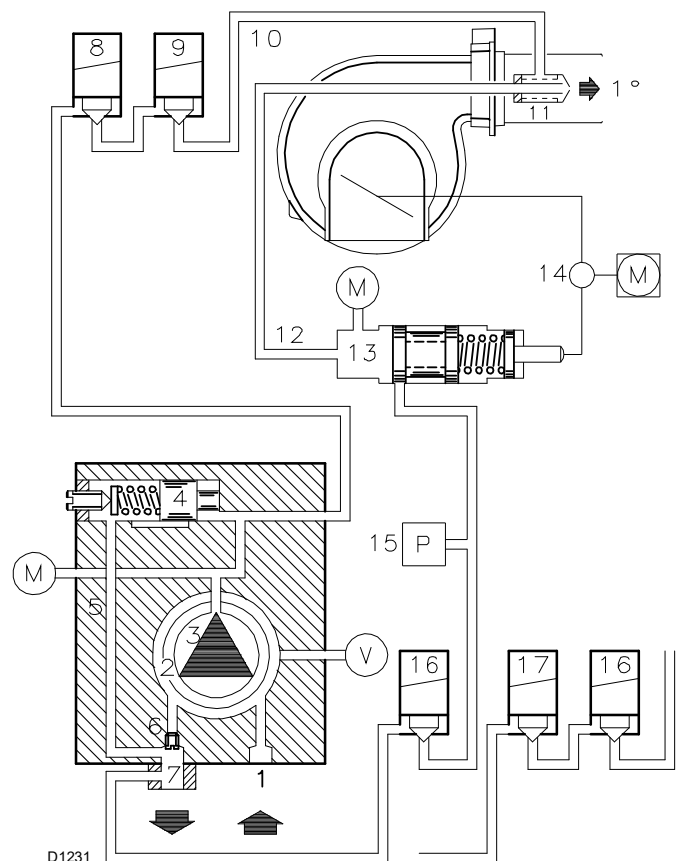

Рис. 29
Вони встановлюються на пальник з байпасом, перекритим гвинтом 6)(Рис. 29).
- Насос 3)(Рис. 29) всмоктує паливо з бака через трубу 1) і подає його під тиском у паливну лінію.
Умовні позначення (Рис. 29)